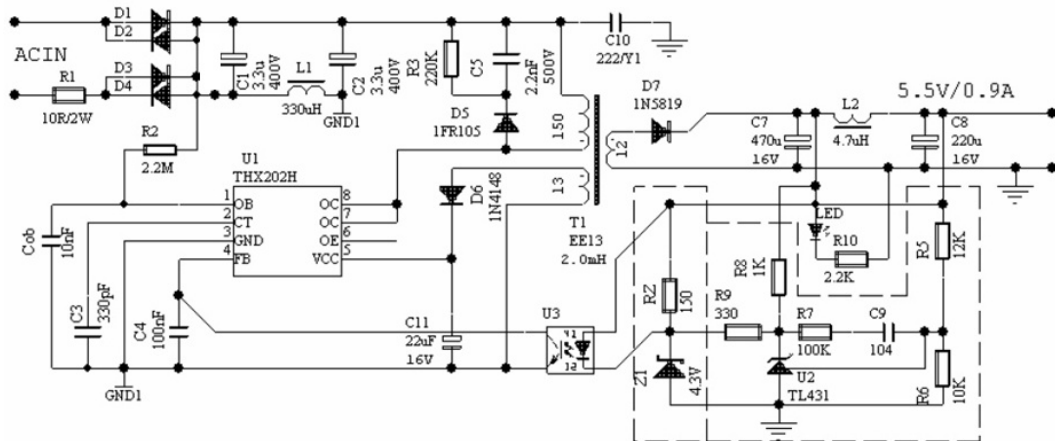

图 3. 手机充电器
- 电源启动电流选择 0.5–2mA，功率管 Q1 的放大倍数可按 10 计算，则启动电阻（如图 3、图 4 的 R2）选择应保证电源启动时功率管基极电流为 0.05–0.2mA，因此，可 10 倍减少启动电阻的功耗，降低了待机功耗；
- 图 3 中 C5=330pF，最高工作频率约 66KHz；
- 开关变压器（图 3 中的 T1），参考绕组整流输出 4.8–9.2V（推荐 6V）为 THX202H 提供工作电源；
- 图 3，虚线内为两组可选输出电压基准，选择 TL431（U2、R5、R6、R7、R8、R9、C9）基准精度较高和无需调校；选择稳压管（Z1、RZ）基准精度较低，但成本更低，调校 RZ 可采用成批稳压管分为几档，每档稳压管对应一个 RZ。